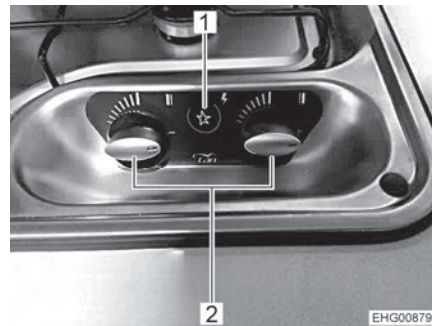

Fig. 180 Boutons de commande pour le réchaud à gaz
- Tourner le bouton tournant (Fig. 180,2) du brûleur désiré en position d'allumage (grande flamme).
- Appuyer sur le bouton-poussoir (Fig. 180,1). Le brûleur produit des étincelles.